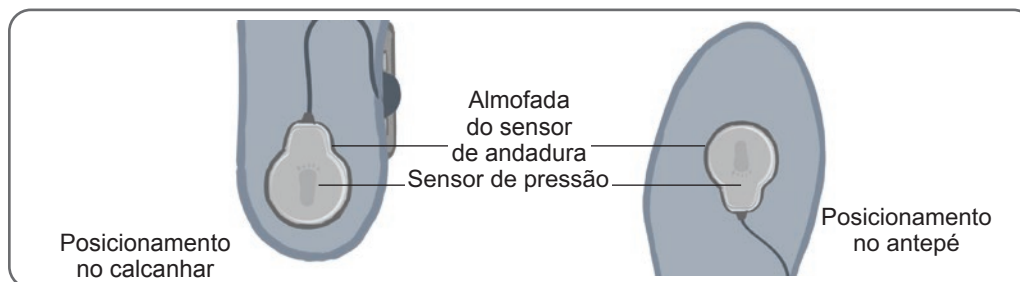

Figura 8-13: Posicionamento do sensor de pé no sapato
4. Para a colocação na posição do calcanhar, aponte o fio do sensor de pé em direção à ponta do sapato. Para a colocação na posição do antepé, aponte o fio do sensor de pé em direção ao salto do sapato. Prenda o sensor de pressão à almofada do sensor de pé. Veja a Figura 8-13.